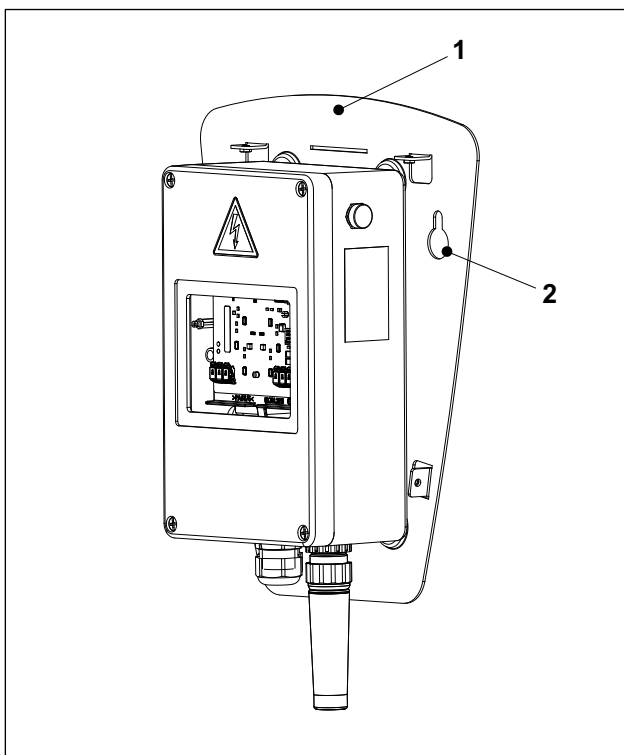

Abb. 2 Wallbox Energy Control, Anschraubplatte
4. Anschraubplatte (Abb. 2/1) der Wallbox in die zwei Befestigungsschrauben einhängen (Langlöcher Abb. 2/2).